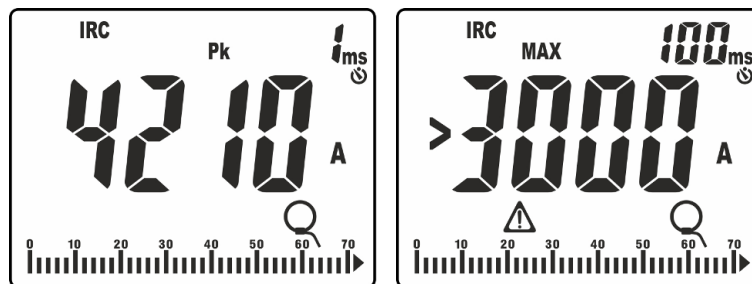

Fig. 42: Esempi di visualizzazioni della corrente di spunto
- Valore di picco "Pk" calcolato in un **1ms** (vedere Fig. 42 – parte sinistra)
11. Se la corrente misurata è maggiore del FS della pinza impostato, il messaggio come quello riportato nella Fig. 42 – parte destra (relativo a FS = 3000A) è mostrato a display